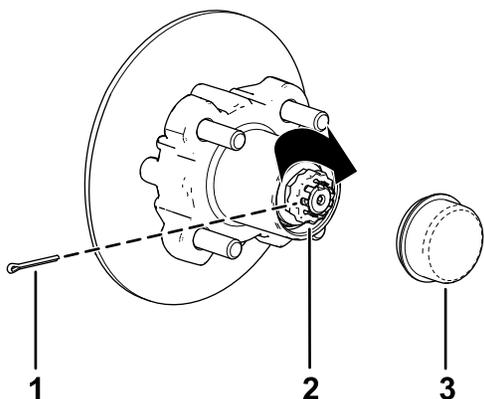

图 38
8. 将卡环安装到螺母上检查卡环内的槽与主轴上开口销孔的对齐情况 图 38。
9. 安装开口销并扳弯卡环周边的各个腿 图 38。
10. 将防尘盖安装到轮毂上 图 38。